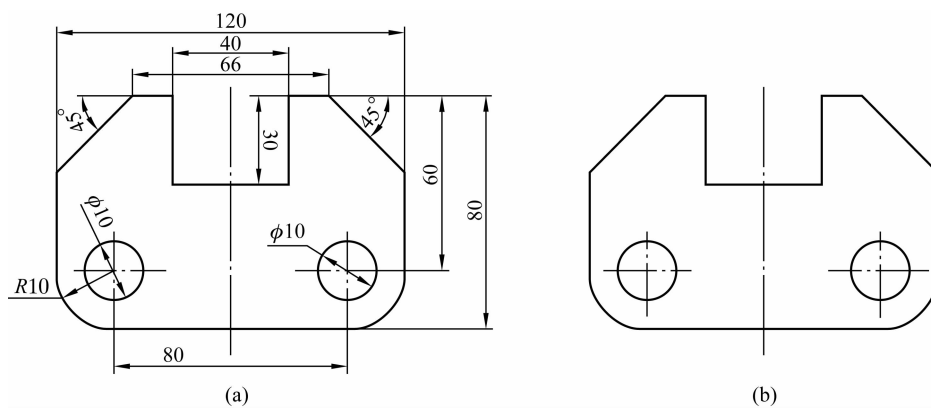

图 1-1-24 专题训练图 1
1. 图 1-1-24(a)中尺寸标注有错误,请在图 1-1-24(b)上正确标注尺寸。